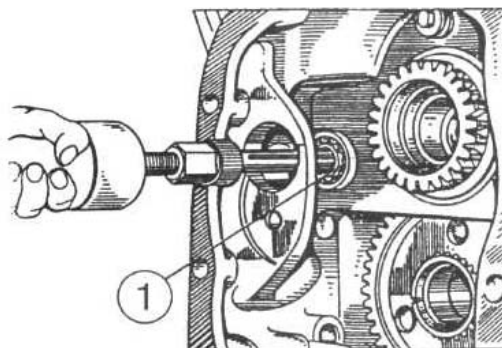

Рисунок 4.39
- л) выпрессуйте подшипник 1 (рисунок 4.39) из корпуса сцепления.